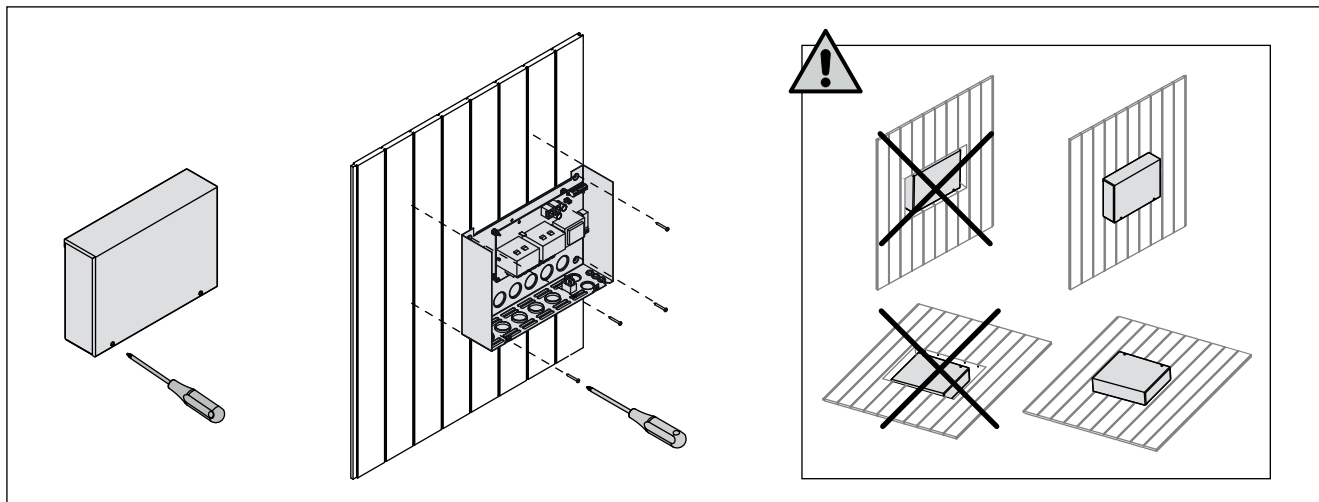

Рисунок 6. Снятие крышки блока питания и его крепление на стене
**Внимание! Блок питания нельзя встраивать в строительные конструкции, так как это может вызвать его перегрев и привести к поломке. Обеспечьте достаточную вентиляцию помещения, где установлено устройство. Смотрите рисунок 6.**